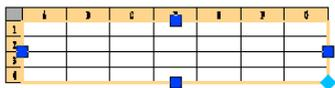

图 7.3.6 选取表格边界
Step3. 统一修改表格中各单元的宽度。双击表格, 系统弹出“特性”窗口; 选取表格边界 (通过单击表格的左上角, 如图 7.3.6 所示) 后, 在 **水平单元边距** 文本框中输入数值 0.5 后